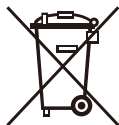

Rys. 13
- Zamontuj wentylator zgodnie z przedstawionymi na rysunkach rys.1 - rys.13.